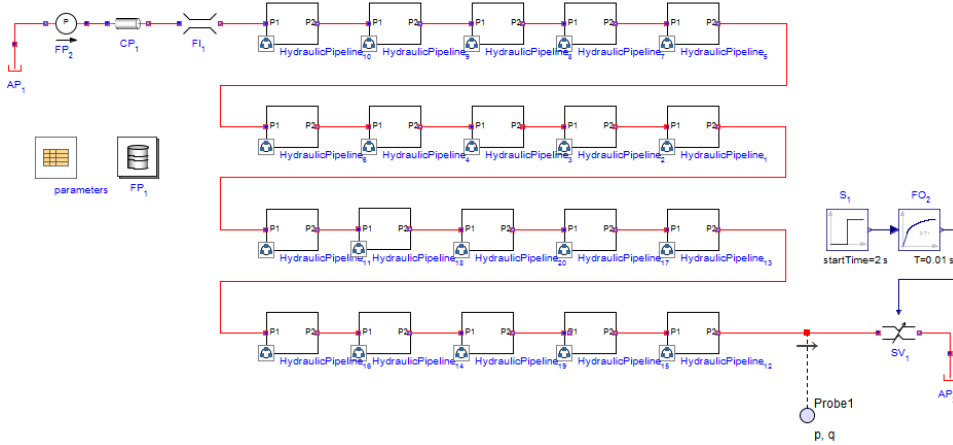
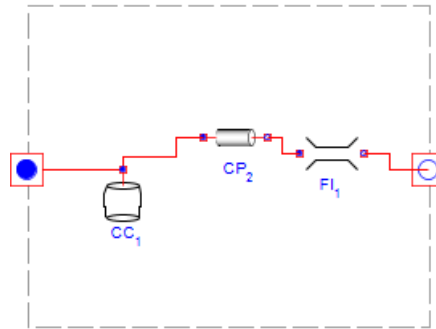

図6.28 ウォーターハンマー
図6.29 離散化されたパイプラインのセグメント
図6.29 「離散化されたパイプラインのセグメント」に示すように、各サブシステムは、Compliant Cylinder、Circular Pipe、および Fluid Inertia コンポーネントで構成されています。全長  $L$ 、容量  $V$ 、 $N$  個に分割されたパイプラインには、 $N + 1$  個のパイプ (それぞれの長さは
1. 図6.28 「ウォーターハンマー」 や 図6.29 「離散化されたパイプラインのセグメント」 にあるようなコンポーネントと接続のあるモデルを作成します。
4. **Fixed Pressure** コンポーネントの (図6.28 「ウォーターハンマー」 の  $FP_2$ ) 圧力 (P) を  $500 \text{ kPa}$  に設定します。